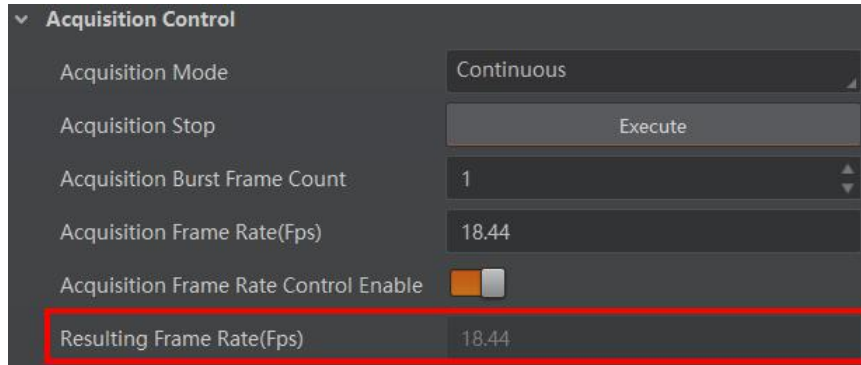

图4-2 查看实时帧率
- 相机最终帧率的大小可以通过 *Acquisition Control* 属性下的 *Resulting Frame Rate* 参数查看，如图 4-2 所示。